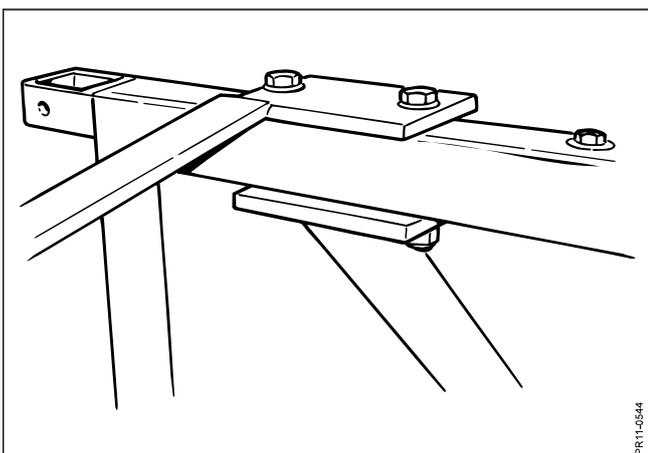

Fig. 1-11
- Fig. 1-11:** (Nur SB 2802) Die Abstützung und der Strohteilbügel werden an die Schneideinheit montiert.